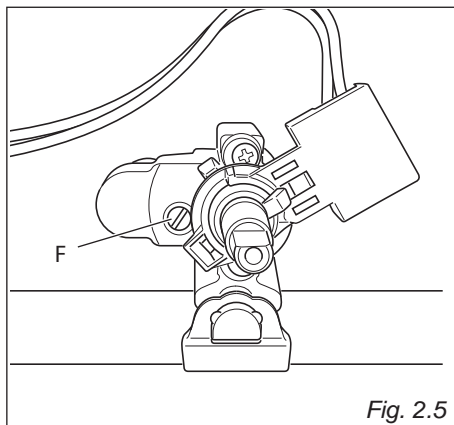

Fig. 2.5
- Med en skruvmejsel vrids skruven "F" tills lågan har en ordentlig längd (Fig. 2.5).